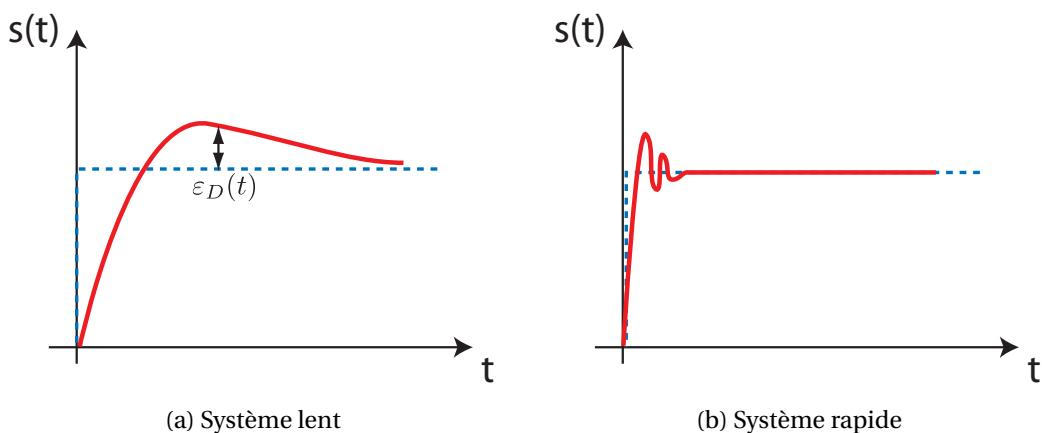

FIGURE 3 – Évaluation de la rapidité d'un système
La **rapporté** d'un système concerne l'aspect dynamique de la performance d'un système et se définit comme son aptitude à atteindre rapidement la consigne souhaitée. Les figures 3 (a) et (b) comparent deux systèmes lents et rapides.
**Précision dynamique :** Elle caractérise l'écart en régime transitoire entre la réponse souhaitée et la réponse obtenue d'un point de vue instantané. On définit ainsi l'erreur dynamique  $\varepsilon_D(t)$  instantanément en fonction du temps (figure 3 (a)). Cette définition est valable quel que soit le signal de consigne. Les erreurs statique et de traînage peuvent être obtenues en cherchant la limite de l'erreur dynamique quand  $t$  tend vers l'infini (régime permanent).